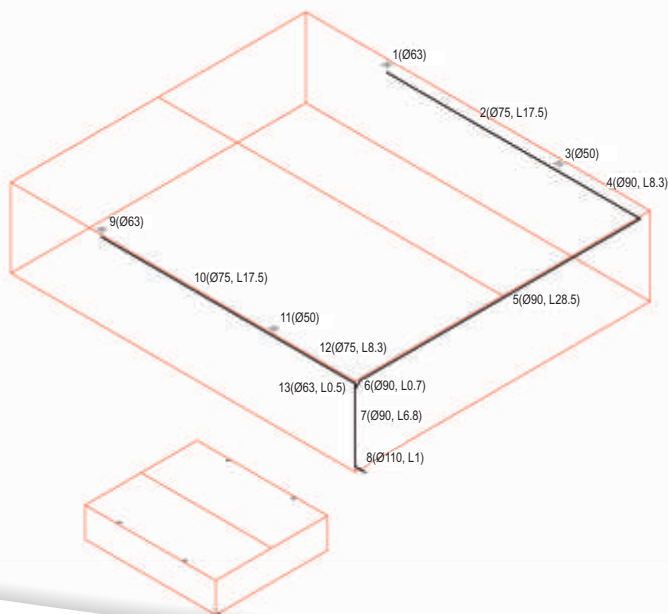

Figura 3.2 Vedere izometrică
- O schemă izometrică (vezi figura 3.2)
Vederea izometrică prezintă clădirea și conductele din perspectiva tridimensională (vezi figura 3.2)